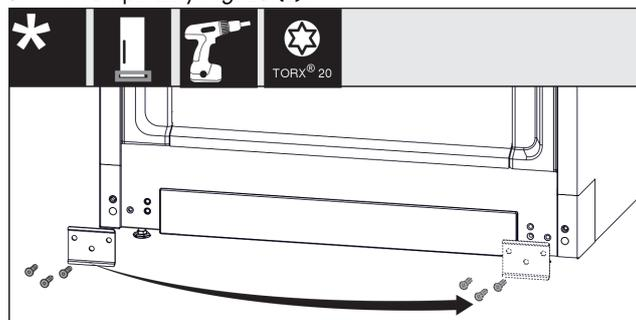

Fig. 19
- ▶ Открутите пластину Fig. 19 (1), переставьте на другую сторону и снова прикрутите.